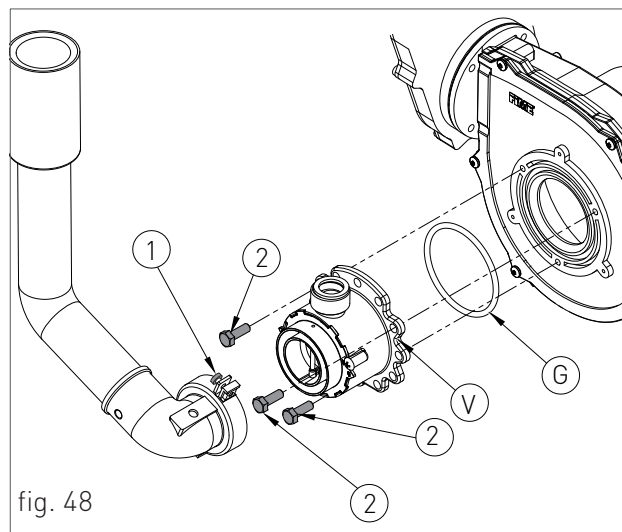
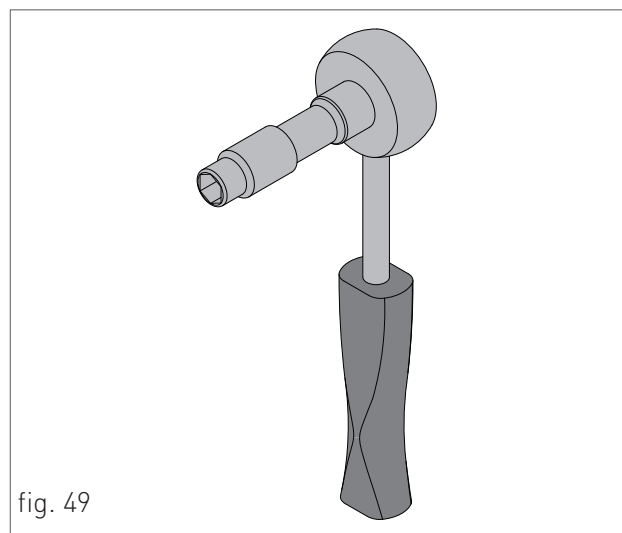

fig. 48
fig. 49
- › desserrer les deux vis '1' (fig. 48) du collier de fixation et retirer le tuyau d'aspiration de l'air ;
- › dévisser les trois vis de fixation '2' (fig. 48) du venturi 'V' (fig. 48) à l'aide d'une clé de 10 comme indiqué à la figure 49 ;
- › remonter les composants en suivant les opérations de démontage dans le sens inverse en veillant à ce que le joint 'G' soit remonté comme indiqué à la fig. 48;